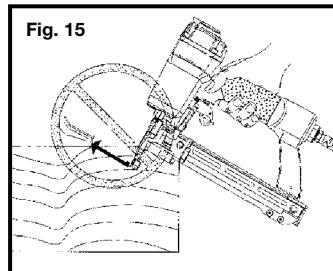

Fig. 15
- **Tirez les attaches dans la surface de travail seulement :** jamais dans des matériaux trop durs à pénétrer. (Fig. 15)
- **Ne mettez pas d'attaches par-dessus d'autres attaches,** ou ne mettez pas l'outil dans un angle trop penché : les attaches peuvent faire un ricochet causant des blessures personnelles. (Fig. 15)